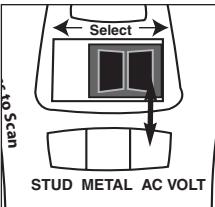

Fig. 4
- Placer le sélecteur à la position « AC Volt » (tension c.a.). **(Fig. 4)**